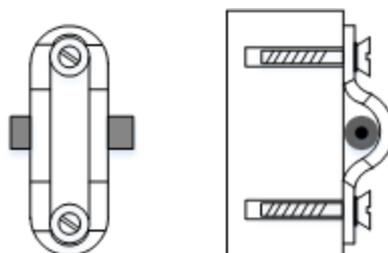

Рисунок 5 - Закрепление кабеля на поверхности бетонной конструкции
4.1.2.5.2. Закрепление кабеля на поверхности бетонной конструкции осуществляется с помощью дюбель-гвоздей и металлических оцинкованных скоб, размером под кабель ВОК, чтобы исключить подвижное положение кабеля или его деформацию (рисунок 5).